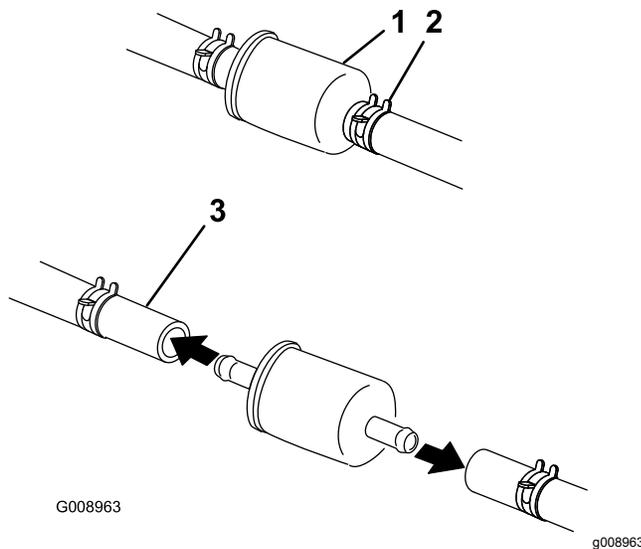

Figura 46
5. Cierre la válvula de cierre de combustible, situada debajo del asiento (Figura 46).
6. Apriete los extremos de las abrazaderas y deslícelas por la manguera alejándolas del filtro (Figura 46).
8. Instale un filtro nuevo y acerque las abrazaderas al filtro (*Figura 46*).